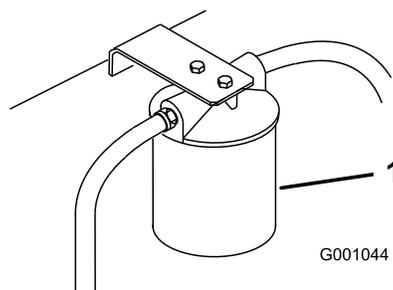

Figura 76
3. Collocate una bacinella di spurgo sotto il filtro, togliete il filtro usato e pulite la guarnizione di riduzione del filtro (Figura 76).